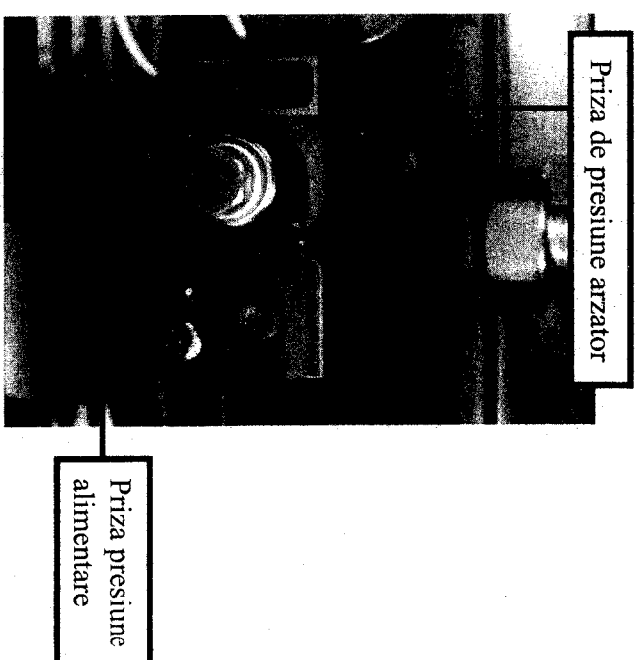

Figura 24
- ☐ Se monteaza un manometru la priza de presiune de pe iesirea din valva de gaz (figura 24)